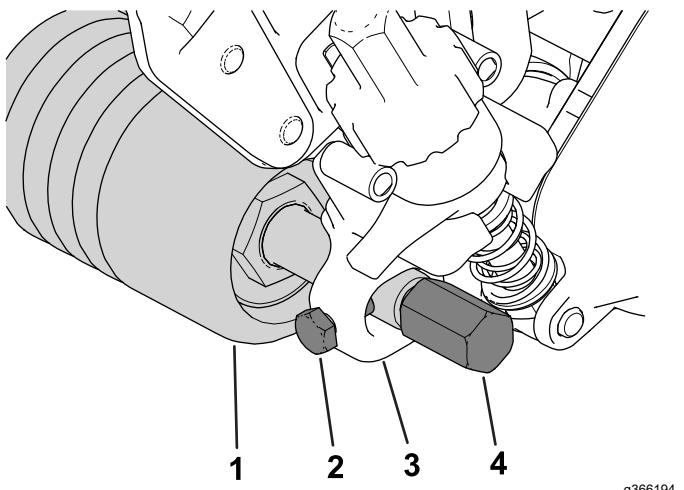
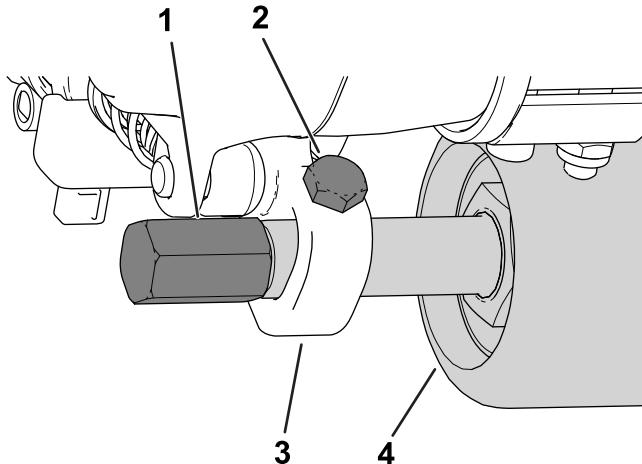

Figura 14
Figura 15
5. Inserite e centrate l'albero del rullo tra le staffe dell'altezza di taglio ("height-of-cut", HOC), e fissatelo con 2 viti di montaggio (Figura 14 o Figura 15).
È possibile installare le viti di montaggio nella parte anteriore (come illustrato nella Figura 14) o posteriore (Figura 15) delle staffe dell'altezza di taglio. L'installazione delle viti nella parte anteriore consentire al groomer di pulire il rullo; la loro installazione nella parte posteriore consentirà al groomer di intersecarsi con il rullo.
6. Collegate le protezioni del groomer a entrambi i lati dell'albero del rullo (Figura 14).